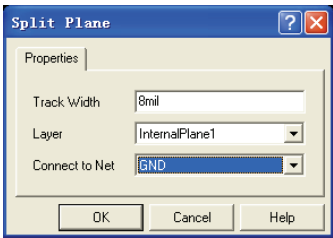

图 5-78 “Split Plane”对话框
2) 执行此命令后，系统将会弹出如图 5-78 所示的“Split Plane”对话框。
当放置了切分多边形后，如果需要对其进行编辑，则可选中切分多边形，然后右击，从弹出的快捷菜单中选择“Properties”命令，或者双击坐标，系统也将会弹出如图 5-78 所示的“Split Plane”对话框。